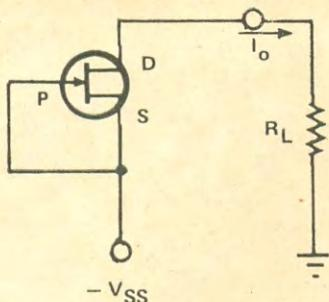

FIG. 11 — Circuito de um gerador de corrente constante que utiliza um T.E.C.
O circuito que utilizaremos para o nosso gerador de corrente está na Fig. 11. Nele se vê que a porta (P) está ligada ao supridouro (S), sendo a carga ligada entre o dreno (D) e a massa. Com esta montagem, tomado-se o cuidado de fazer com que a tensão V_{DS} , entre o supridouro e o dreno, seja maior que o valor da tensão de corte ("pinch off") V_p , o T.E.C. operará em sua região de corrente constante, e assim, grandes variações na tensão V_{DS} terão pouco, ou nenhum, efeito na corrente de dreno, que será a corrente de saída. Conclui-se, assim, que tanto a carga como V_{DS} poderão variar bastante, mas que ainda manteremos a corrente de saída constante.
FIG. 12 — Quando se deseja uma corrente de saída com valor diferente de I_{DSS} , no circuito da Fig. 11, emprega-se um resistor entre o supridouro do T.E.C. e a fonte V_{SS} .